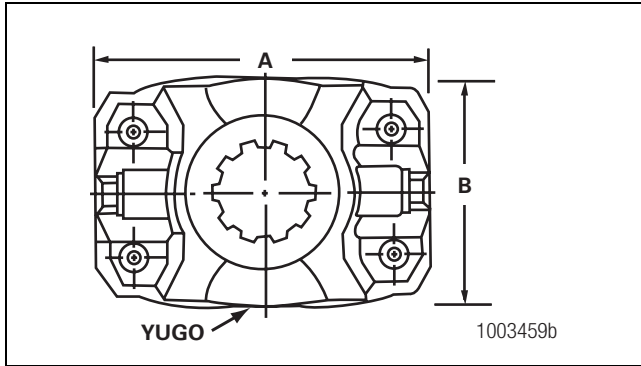

Figura 10.1
1. Mida las dimensiones A y B del yugo a la cual se va a dar servicio. Figura 10.1.